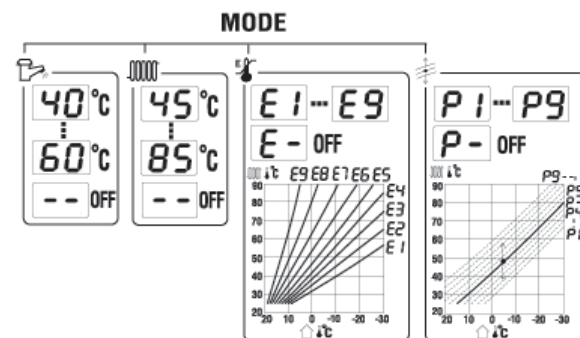

Рис. 2 – Изображение режимов настройки
Нажмите кнопку Var/MODE – на дисплее изобразится буква Е с цифрами от 1 до 9 или с тире. Выбор эквитермической кривой проводится кнопками (7) и (8). Крутизна кривой повышается с настраиваемой цифрой (E1 < E9), см.рис. 2. Выключение эквитермического регулирования проводится выбором Е -.